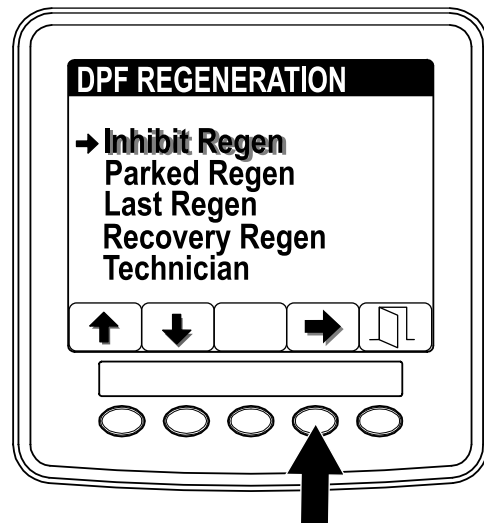

Figura 43
1. Aceda ao menu de regeneração DPF e pressione o botão 1 ou 2 para se deslocar para baixo para a opção INIBIR REGEN (Figura 43).
2. Pressione o botão 4 para selecionar a entrada (Figura 43)